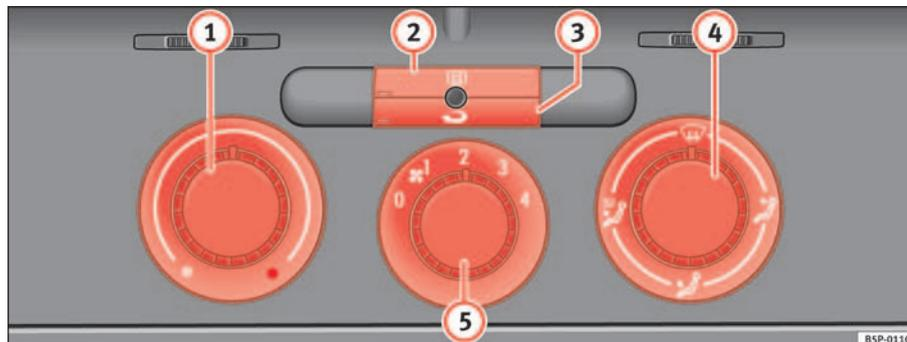

Fig. 122 Sulla plancia portastrumenti: i comandi del riscaldamento
- Le manopole ⇒ fig. 122 ① e ④ e la manopola ⑤ servono rispettivamente a impostare la temperatura, a indirizzare il flusso d'aria e a selezionare la potenza della ventola.
- Per attivare o disattivare una funzione bisogna premere il tasto corrispondente ② o ③. Quando la funzione è attiva, la spia situata nell'angolo in basso a sinistra del tasto si illumina.